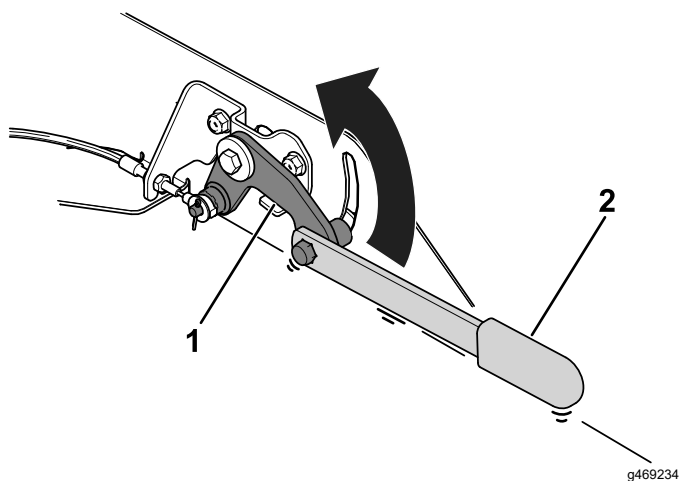

図 39
- C. レバーをブレーキリリースアセンブリにセットし、スロットに沿ってレバーを上動かすと駐車ブレーキを解除し(図 39)、ナットを締めて解除状態を固定して、マシンを牽引する。